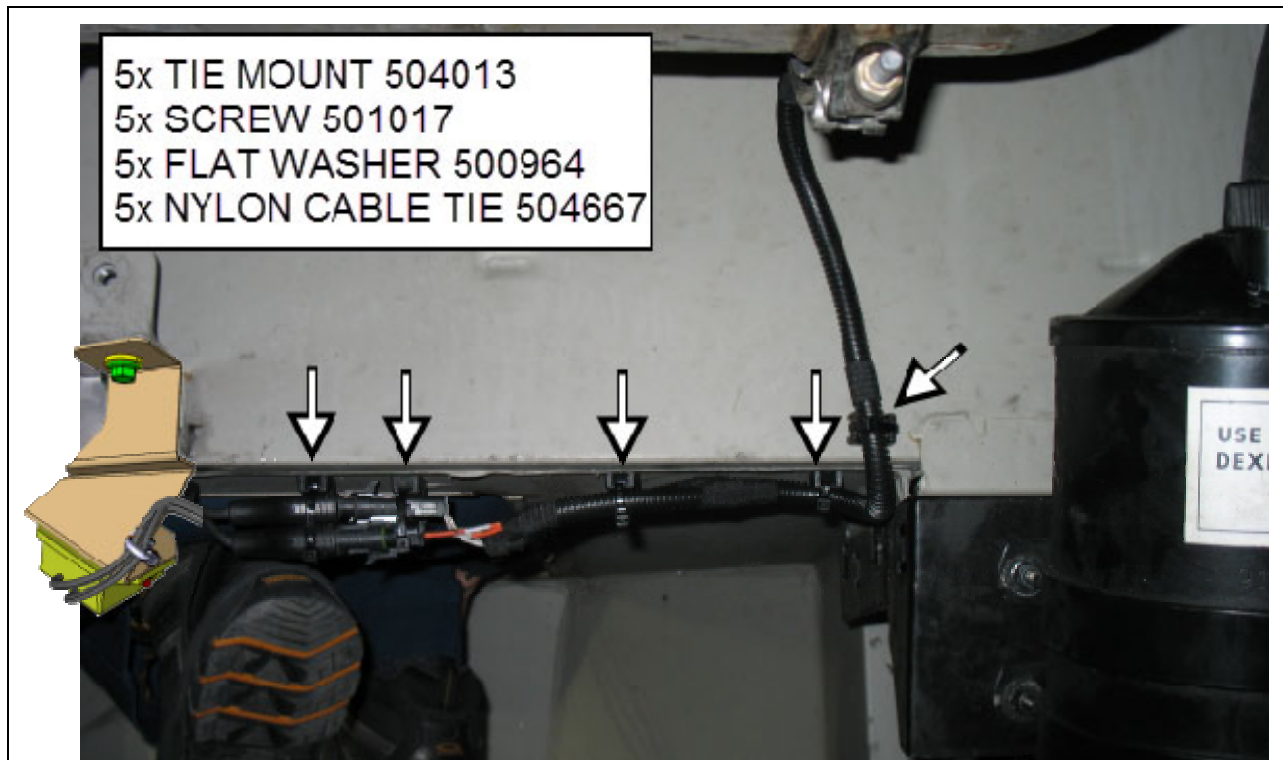

FIGURE 33
- 3) Brancher le câblage interface au capteur optique. Fixer les connecteurs du capteur tel que montré (FIGURE 32 et FIGURE 33) en utilisant 5 vis 501017 (pré-perçage diamètre= 1/8 po), 5 rondelles plates 500964, 5 bases pour attache de nylon 504013, 5 attaches de nylon 504637 et 1 attache d'arête 564534. Il est important de former une courbe vers le bas dans le câblage afin que l'eau ne s'écoule pas en direction du capteur.